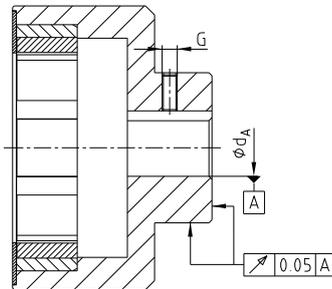

Bild 6: Rund- und Planlaufgenauigkeit am Außenrotor
- Bei Herstellung der Nabenbohrung durch den Kunden ist die Rund- bzw. Planlaufgenauigkeit (siehe Bild 6 und 7) einzuhalten.